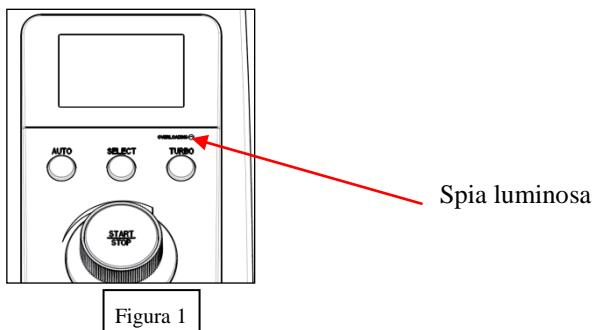

Figura 1
- * La macchina si arresterà in caso di sovraccarico. Se ciò accade, la spia luminosa si accenderà di rosso emettendo un segnale acustico (Figura 1), La spia sarà sempre spenta in condizioni normali; di conseguenza, quando ciò accade, è opportuno rimuovere un po' di cibo all'interno della coppa, e la macchina si ripristinerà dopo almeno 15 minuti.